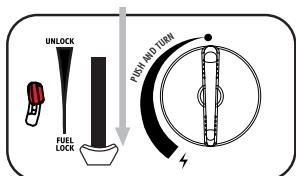
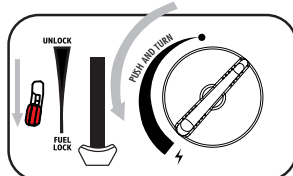

fig. 3
fig. 4
3. Tryck patronspaken (6) nedåt (fig.3) och stäng patronkåpan.
4. Om du hör ett "fräsande" läte, är patronen inte fäst på rätt sätt. Försök inte tända apparaten utan flytta spaken (6) till "Upplåst" läge och upprepa stegen (1-4).
5. Tryck ned frigöringsspaken för gasutsläpp (11), och vrid sedan kontroll /tändningsratten (8) helt till tändningsläge "⚡" tills den klickar.(fig.4) Håll frigöringsspaken för gasutsläpp i detta läge i några sekunder för att förbereda flamskyddets termoelement. Upprepa denna handling tills brännaren tändes.